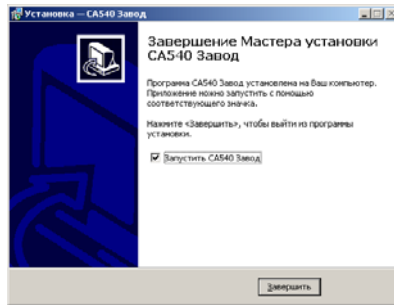

Рисунок 8.7
6) На екрані з'явиться вікно (рисунок 8.7). Для завершення встановлення програми клацніть по кнопці Завершить, на Робочому столі з'явиться ярлик "CA540 PC" .